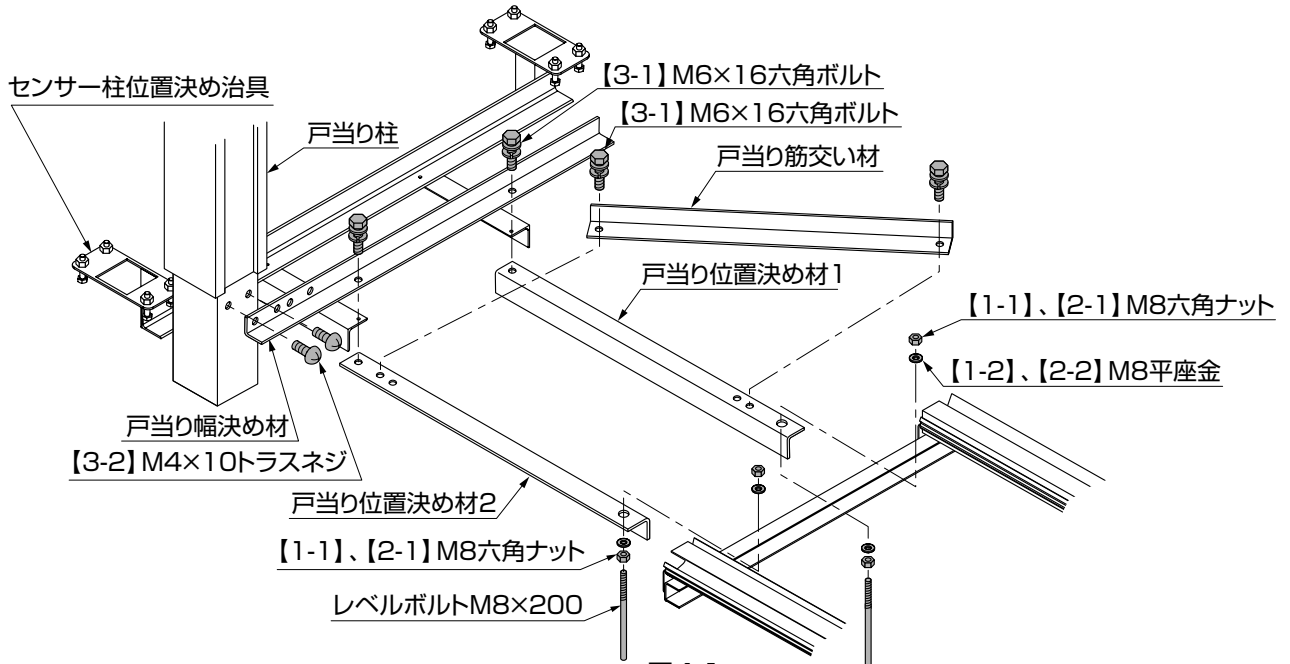
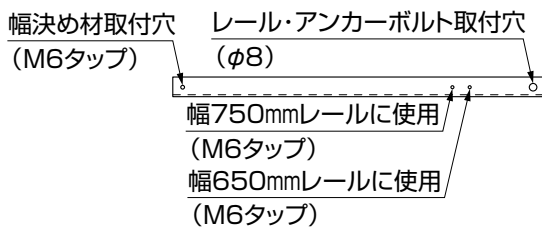

図4-1
図4-2 戸当り位置決め材1
- ①片引き仕様のレール戸当り端部にレベルボルト、【1-1】と【1-2】または【2-1】と【2-2】で戸当り位置決め材1、戸当り位置決め材2を取付けてください。(図4-1参照)
- ②戸当り筋交い材を図4-2、図4-3を参照して戸当り位置決め材に【3-1】で取付けてください。(図4-1参照)
- ③図4-4を参照して、戸当り幅決め材とセンサー柱位置決め治具を戸当り位置決め材に【3-1】で取付けてください。(図4-1参照)
- ④戸当り柱を図4-4を参照して、戸当り幅決め材に【3-2】で取付けてください。(図4-1参照)